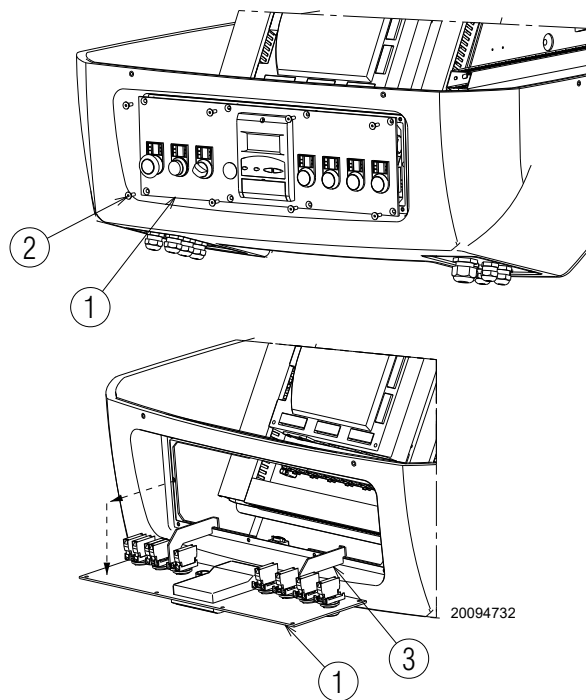

Fig. 32
- svitare le viti 2) (Fig. 32) del pannello comandi 1);
- estrarre il pannello comandi 1) e ruotarlo di 90°, agganciandolo con le apposite staffette 3) nel profilo del quadro elettrico come visibile in Fig. 32;